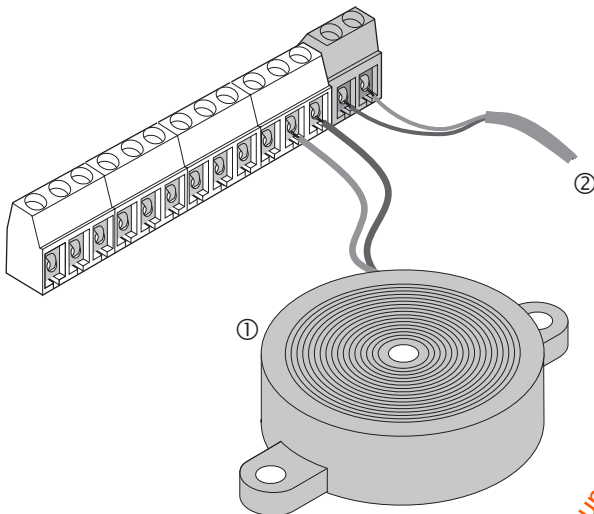

Figure 13. Raccordement du beeper piézo-électrique
1. Raccordez le beeper piézo-électrique entre la sortie test (T) et la masse (GND) (voir Figure 13).